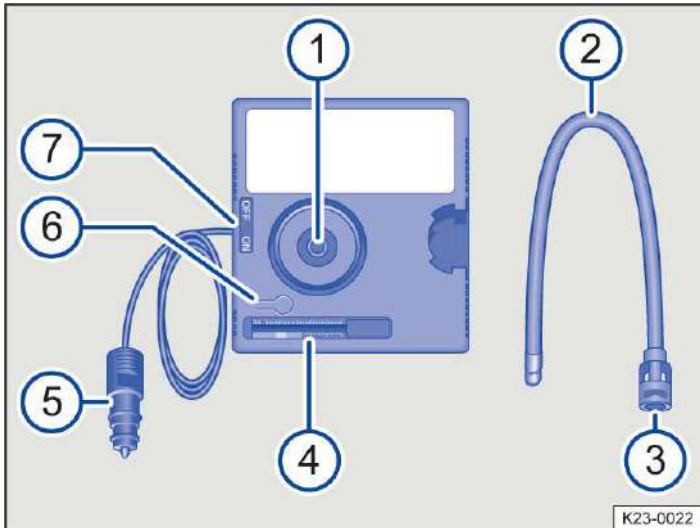
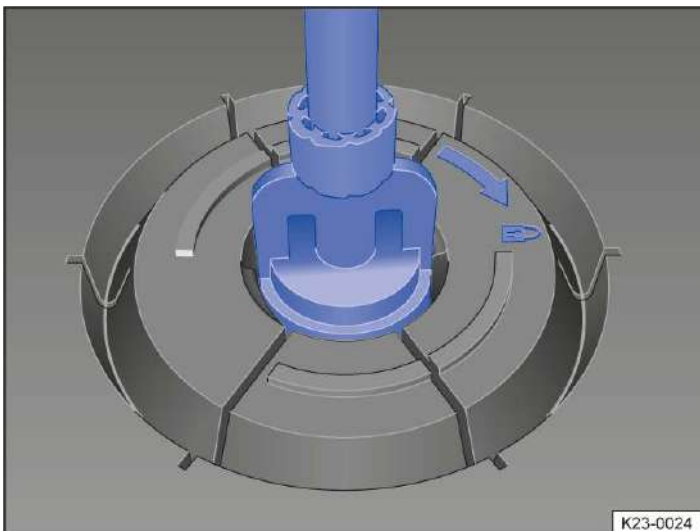

Abb. 2 Kompressor des Pannensets
Abb. 3 Reifenfüllschlauch anbringen.
1. Reifenfüllschlauch → *Abb. 2* (2) von der Rückseite des Kompressors abnehmen.
2. Reifenfüllschlauch → *Abb. 2* (2) mit der Flügelmutter (3) so in die Aufnahme für den Reifenfüllschlauch (1) stecken, dass die Flügelmutter auf zeigt.
3. Flügelmutter → *Abb. 2* (3) im Uhrzeigersinn drehen, bis die Flügelmutter auf zeigt → *Abb. 3*.
4. Reifenfüllschlauch → *Abb. 2* (2) des Kompressors fest auf das Reifenventil schrauben.
6. 12-Volt-Kabelstecker → *Abb. 2* (5) in eine 12-Volt-Steckdose im Fahrzeug stecken (→ Steckdosen).
7. Kompressor mit dem EIN- und AUS-Schalter → *Abb. 2* (7) einschalten.